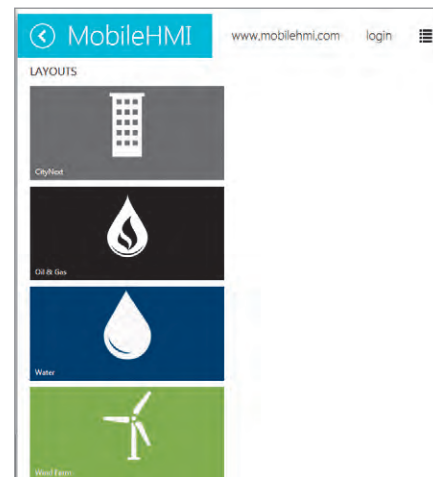

Рис. 10. Внешний вид экрана MobileHMI.com
3. После подключения вы увидите интерфейс, показанный на рис. 10.